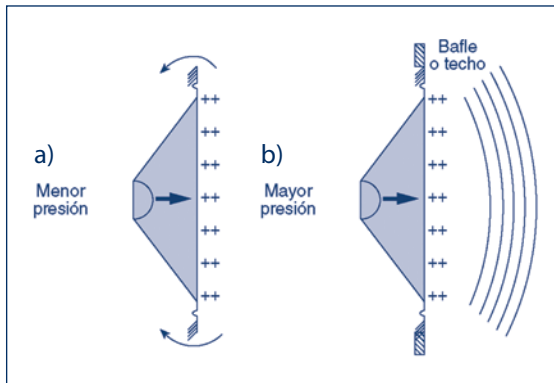

Fig. 1.41. a) Cortocircuito acústico b) Bafle infinito
- b) **Caja acústica. Baffle.** Como ya sabemos, el cono de los altavoces tiene dos caras que al vibrar producen variaciones de presión opuestas en el aire, y las ondas sonoras procedentes de ambas caras tienden a anularse. Este efecto es muy acusado en bajas frecuencias, y puede comprobarse fácilmente escuchando un altavoz "al aire" sin alojarlo en ninguna caja o techo. Este efecto se denomina **cortocircuito acústico** (Fig. 1.41 a). Para evitar este fenómeno se colocan los altavoces en cajas, baffles, techos, etc.
Cuando un altavoz se instala de tal forma que su radiación posterior se emite en un recinto de gran volumen (techo, pared, hueco), totalmente independiente de la estancia donde se utiliza su emisión frontal, decimos que está colocado en **bafle infinito** (Fig. 1.41 b).